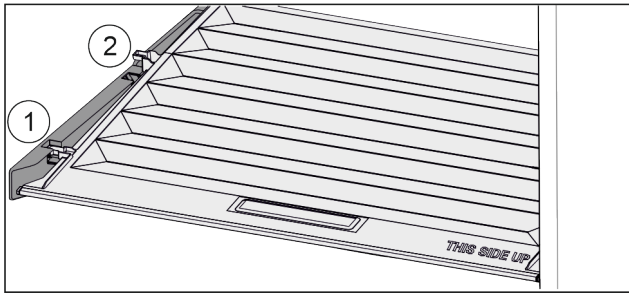

Fig. 93
- ▶ Tirare in avanti il coperchio fino all'apertura nei fermi Fig. 93 (1).
- ▶ Sollevare posteriormente dal basso e togliere verso l'alto Fig. 93 (2).